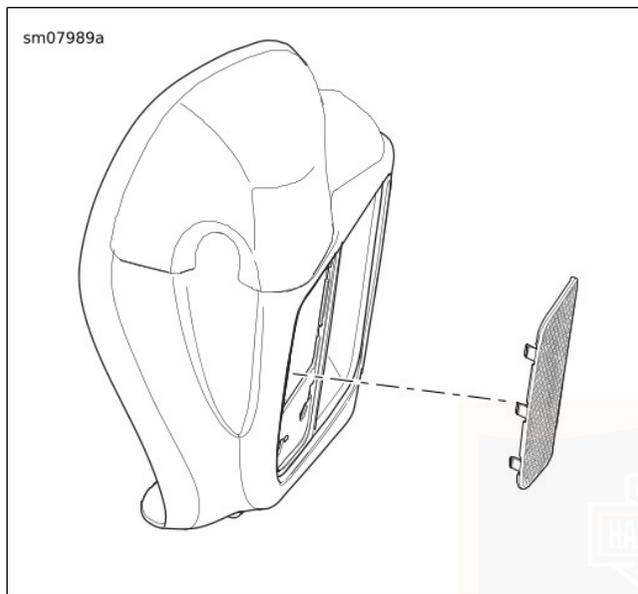

Figure 73. Panneau de grille du carénage inférieur
1. Voir Figure 73 . Retirer la grille extérieure du carénage inférieur.